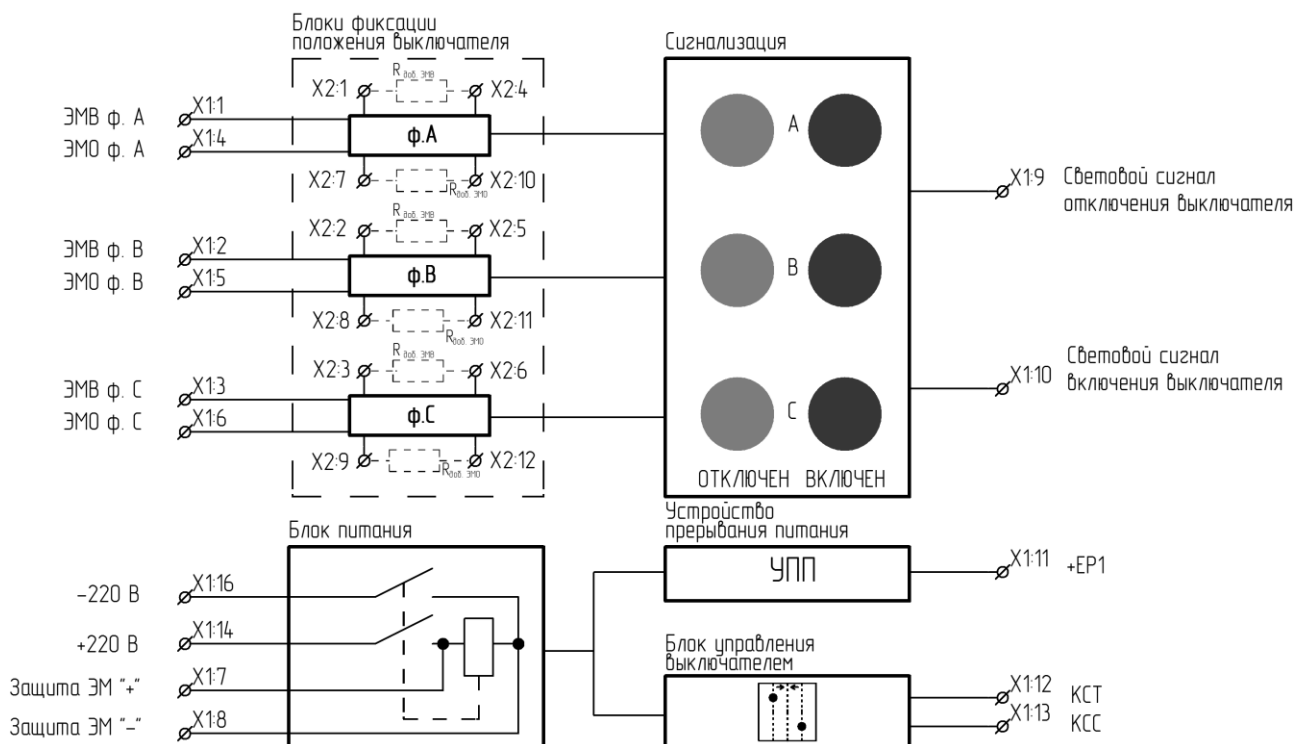

Рисунок 3 – Структурная схема работы модели выключателя с пофазным управлением МВ-3
1.4.4. В модели выключателя с пофазным управлением предусмотрена возможность включения и отключения каждой фазы отдельно. Для этого используются клеммы X1:1 – X1:6 (см. рис.3).